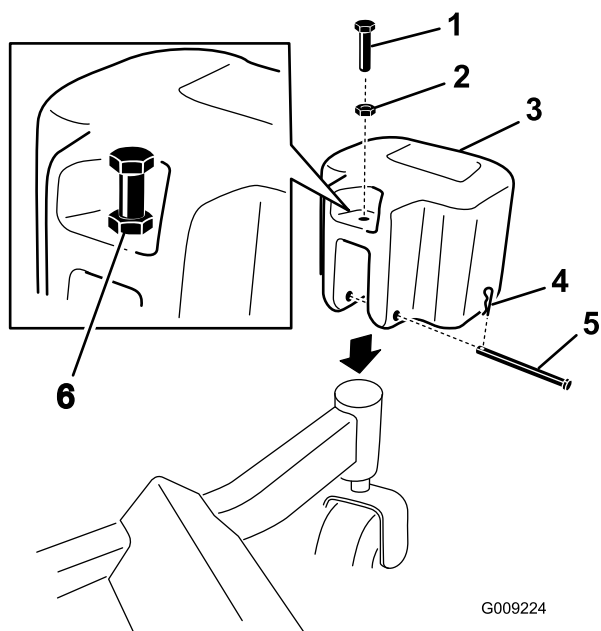

Figura 31
1. Instale contrapesos en las ruedas giratorias delanteras con un pasador y una chaveta (Figura 31).
2. Instale una tuerca $\frac{3}{8}$ " en cada perno prisionero ($\frac{3}{8}$ " x $1\frac{3}{4}$ "), e instale los pernos prisioneros en cada peso (Figura 31).